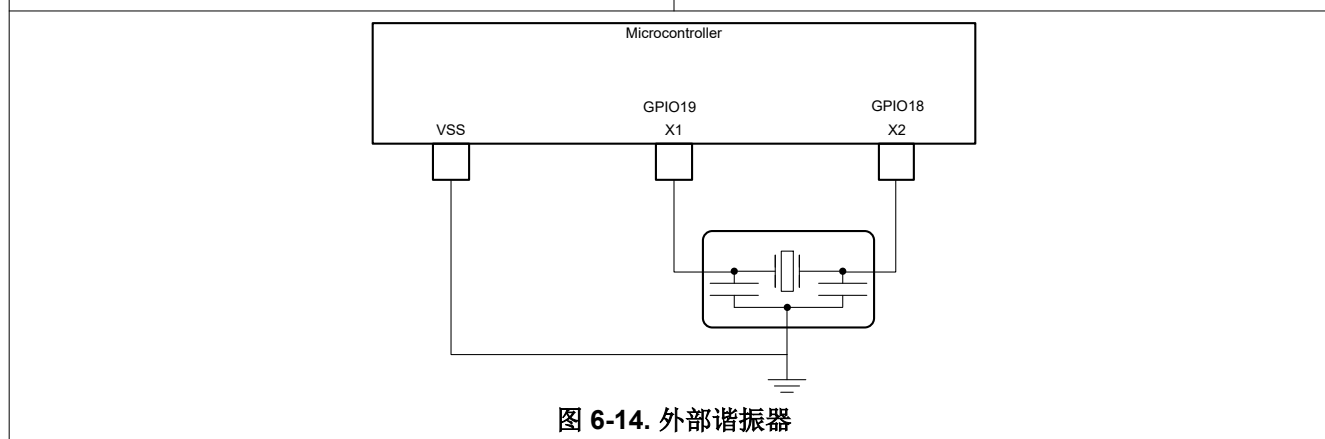

图 6-14. 外部谐振器
- 外部谐振器。如图 6-14 所示, 谐振器应连接在 X1 和 X2 之间, 且其接地端连接至 VSS。